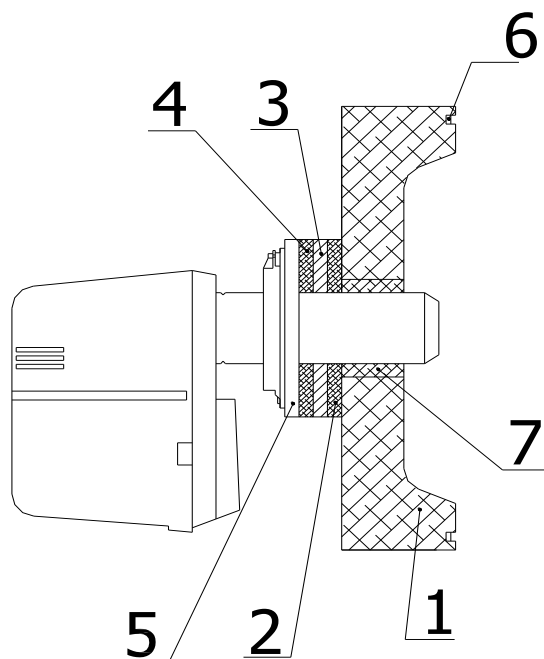

Рис.3 Установка горелки.
**При установке горелки на дверце котла необходимо обеспечить герметичность соединения. Кольцевой зазор между горелкой и дверцей котла уплотнить (так, как показано на рис.3). Уплотнение производить со стороны топочной камеры сжигания.**